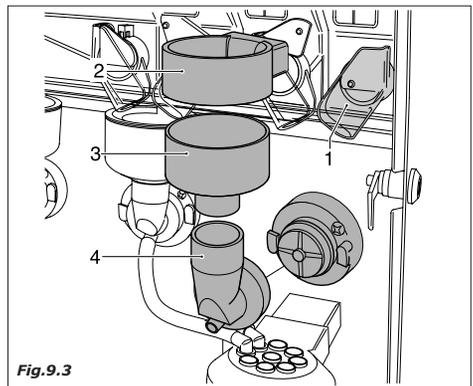

Fig.9.3
- canais e tubos de escorregamento pós (Fig.9.3-pos.1)
- canal água (2), camara miscelacção (3) e ventainha de misturagem (4)